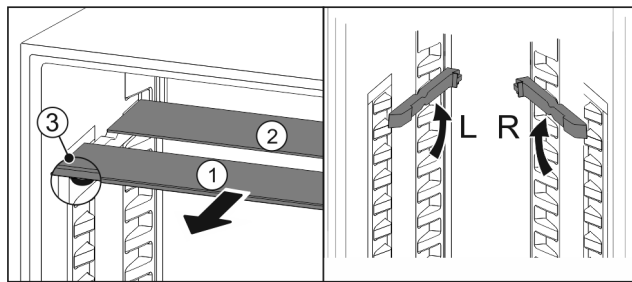

Fig. 31
- 将玻璃隔板逐个向前拉出 Fig. 31 (1)。
- ▷ 带装饰条的玻璃隔板 Fig. 31 (1)在前。
- ▷ 阻挡装置 Fig. 31 (3)指向下方。